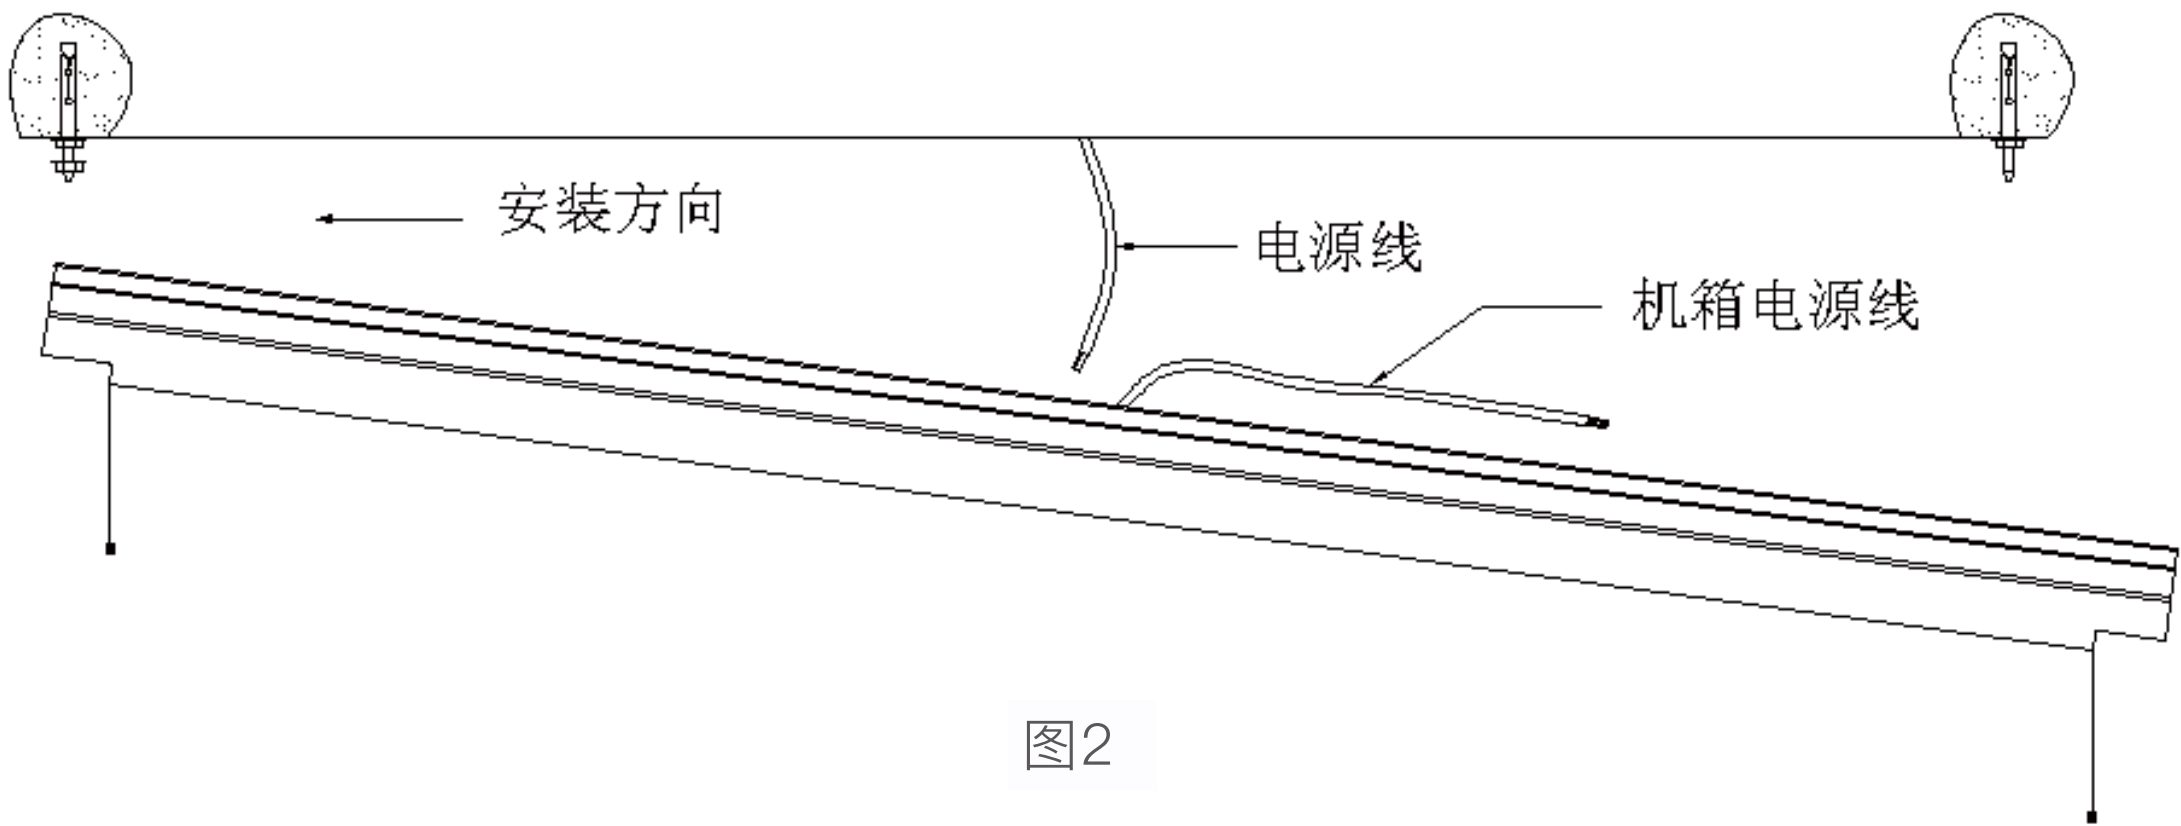

图2
- ⑤ 拆下两端的端盖，小心托起主机，按图2所示，将主机一端插在两个膨胀螺丝的垫片上，接着托起另一端把垫片及螺母装上锁紧，然后，再把第一端的螺母拧紧。